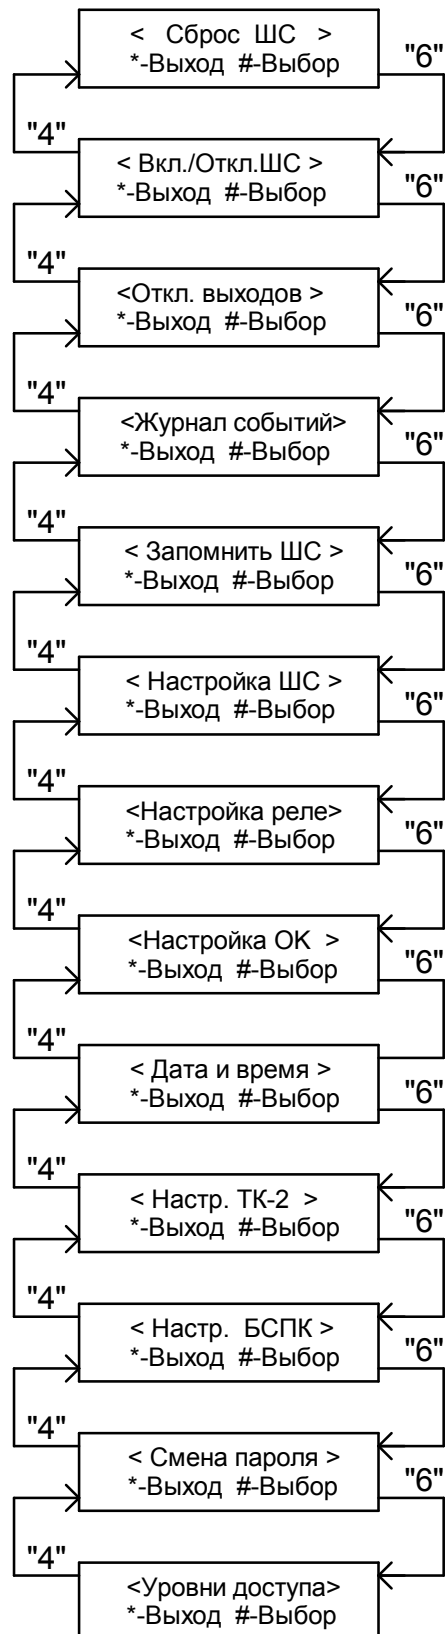

Рис. 1
9.2 Меню и последовательность выбора каталогов меню изображены на рис. 1.